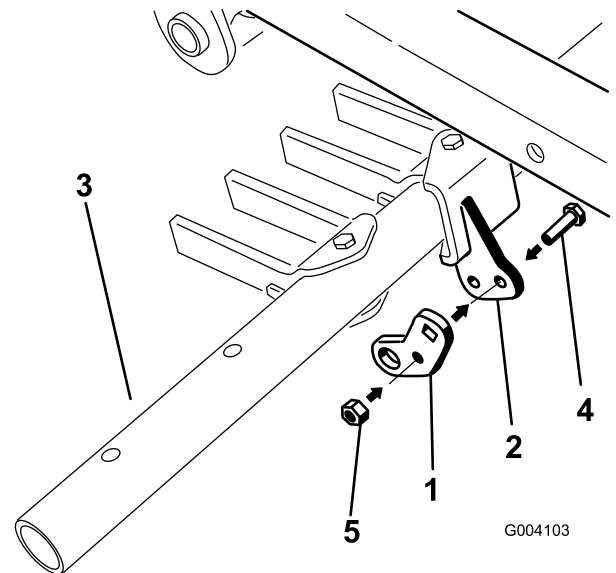

图 14
2. 使用螺栓5/16 x 1 英寸和锁紧螺母5/16 英寸将枢轴凸耳的中心孔松动地安装到机具架上的枢轴支架上图 14。